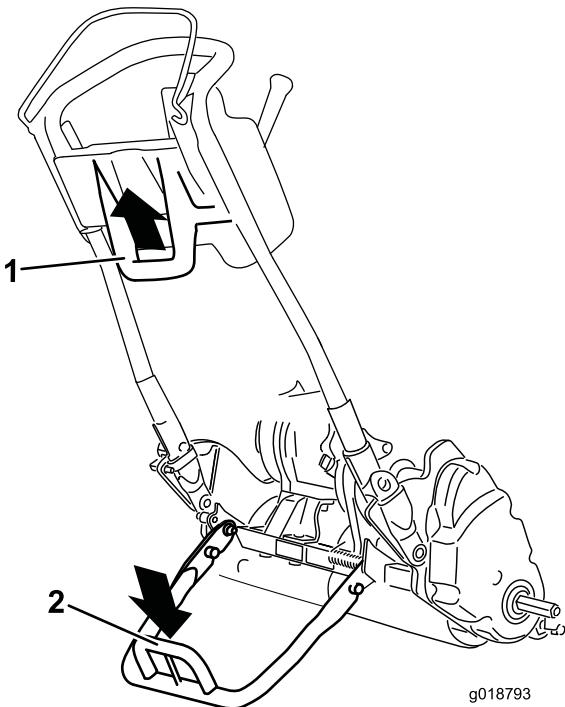

Figura 22
- Para utilizar o apoio para instalar as rodas de transporte, baixe o apoio para o solo e desça para o aro do apoio enquanto puxa e desloca para trás o manípulo central (Figura 22).